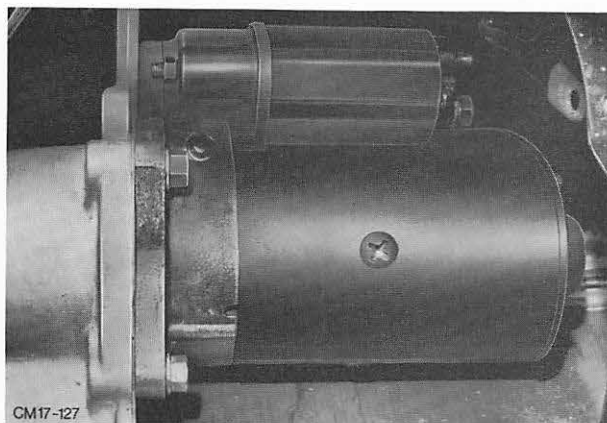

Abb. 21 Anlasser
5. Anlasserkabel abklemmen und Anlasser ausbauen. Abb. 21.